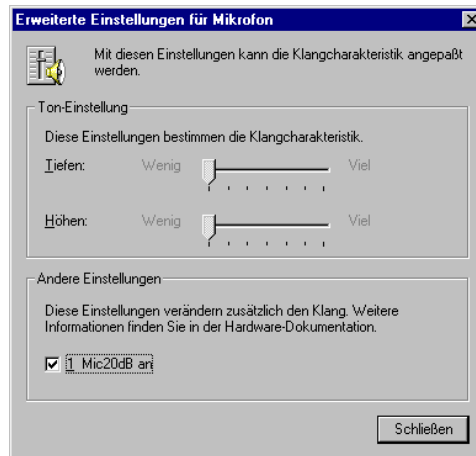

Abbildung 6-4: Erweiterte Einstellungen für Mikrofon.
5. Mit einem Klick auf den Button "Erweitert" öffnet man das Fenster " **Erweiterte Einstellungen für Mikrofon** " wie in Abbildung 6-4 gezeigt. Mit den horizontal angeordneten Reglern lassen sich Bässe und Höhen einstellen. Kreuzt man per Mausklick die Option " **Mic 20dB** " an, wird die Lautstärke des Mikrofons um 20dB erhöht.